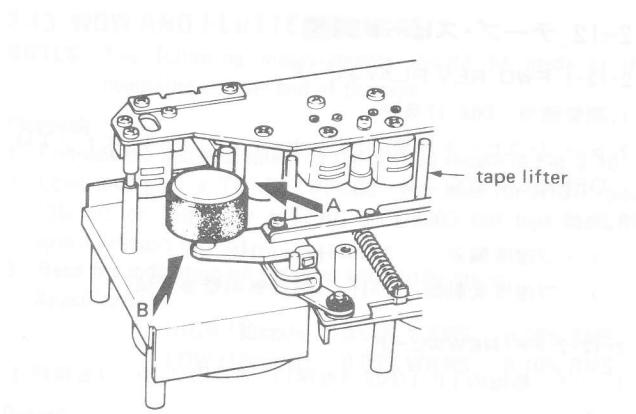
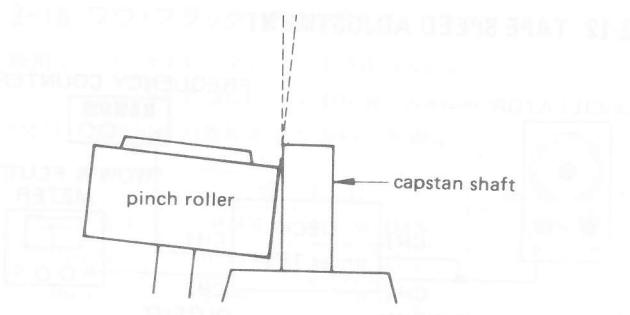

Fig. 2-12 Directions for pinch roller parallelism check
Fig. 2-13 View in direction A (example of non-parallelism)
1. Let pinch roller draw near toward capstan shaft by manually lifting up tape lifter shown in Fig. 2-12.
2. Check pinch roller/capstan shaft parallelism viewed from direction of arrow A shown in Fig. 2-12. (Refer to Fig. 2-13, 14.)
- (1) Use the jig as near as possible to the pinch roller spindle.
- (2) Do not touch the surface of spindle.
- (3) Use no other tool for this adjustment!
4. Remove pinch roller, then push up tape lifter to visually align pinch roller spindle with the capstan shaft viewed from direction of arrow B in Fig. 2-12.
- 1.図2-12に示すテープ・リフタを手で押し上げ、ピンチ・ローラをキャブスタン・シフトに近づける。
- 2.図2-12に示すA方向から見て、ピンチ・ローラとキャブスタン・シャフトの平行度をチェックする。
- 4.次にピンチ・ローラを外し、テープ・リフタを上げ、図2-12のB方向から見てピンチ・ローラとキャブスタン・シャフトの平行度をチェックする。